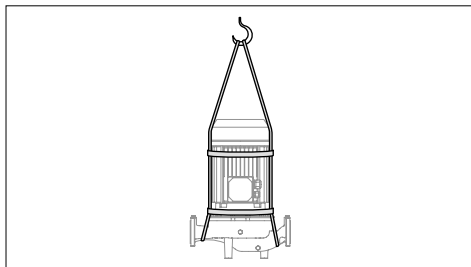

FIG 1: Att lyfta 3E-pumpar med hjälp av remmar
VARNING! FÖR ATT LYFTA ELLER FLYTTA ELPUMPEN, ANVÄND EN LÄMPLIG REM FÖR VIKTEN UTAN ATT LUTA DEN FÖR MYCKET (FIG. 1).
- Skruva loss bulten mellan pumpens hölje och motorfästet och ta ut motorn i axelns längdriktning. Använd lämpligt lyftredskap vid lyft/förflyttning av pumpen. (FIG 1)